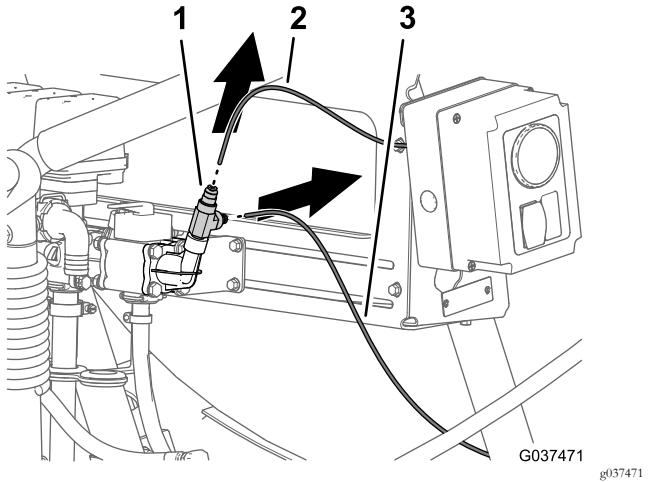

**Bild 10**
- Drücken Sie den Stellring für die Schlauchkupplung in das Anschlussstück mit dem Anschlussdeckel des rechten Auslegerabschnittventsils hinein (Bild 10).
- 2. Ziehen Sie den Druckmessschlauch für das Messgerät am Armaturenbrett aus der Schlauchkupplung (Bild 10).